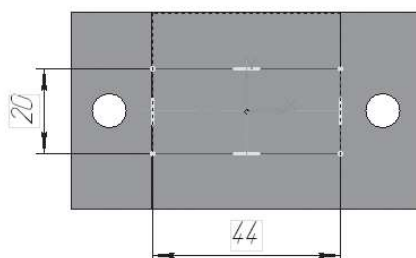

Рис. 12.16
-  – **Прямоугольник по центру и вершине**. Укажите начало координат, на **Панели свойств** выберите команду **С осями** и постройте прямоугольник высотой **20 мм** и шириной **44 мм** (рис. 12.16).